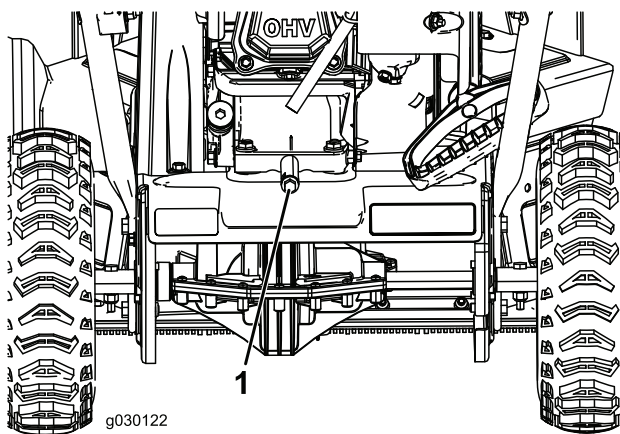

Figure 19
2. Placez un bac de vidange sous le bouchon de vidange et retirez le bouchon; basculez la machine en arrière et vidangez l'huile usagée dans le bac de vidange (Figure 19).